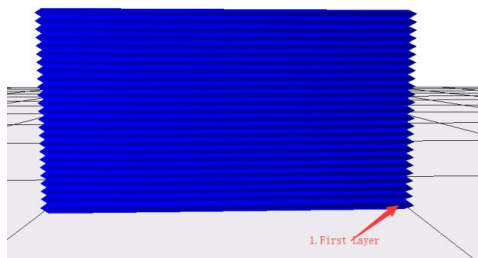
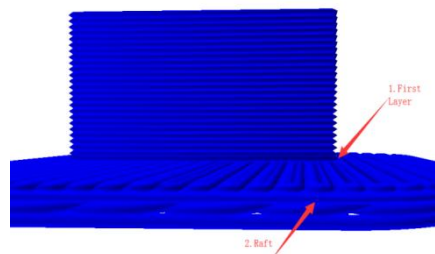
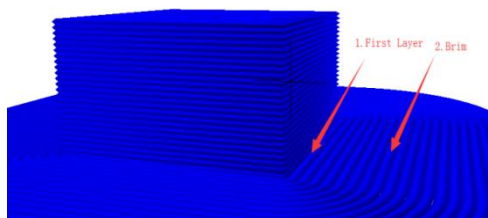
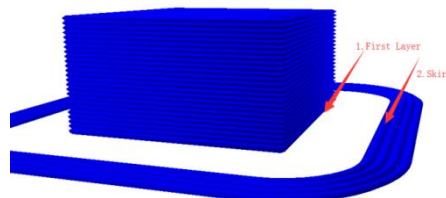

图 11，无底板辅助结构时，1 为模型第一层
图 12，加衬垫时，1 为模型第一层
图 13，加边缘时，1 为模型第一层
图 14，加线条时，1 为模型第一层
(7) 初始层速度（单位 mm/s）：即模型第一层的打印速度，如图 11、图 12、图 13、图 14 中的序号 1 的部分即为模型的第一层，初始层速度即为这些部分的打印速度。建议速度为：10-35mm/s